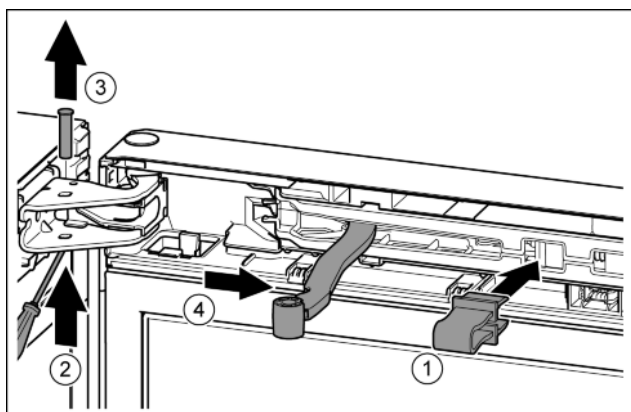

Fig. 8
- ▶ Зафиксировать предохранитель в отверстии. *Fig. 8 (1)*
- ▶ Выкрутить палец при помощи отвертки. *Fig. 8 (2)*
- ▶ Извлечь палец движением вверх. *Fig. 8 (3)*
- ▶ Повернуть шарнир в направлении двери. *Fig. 8 (4)*